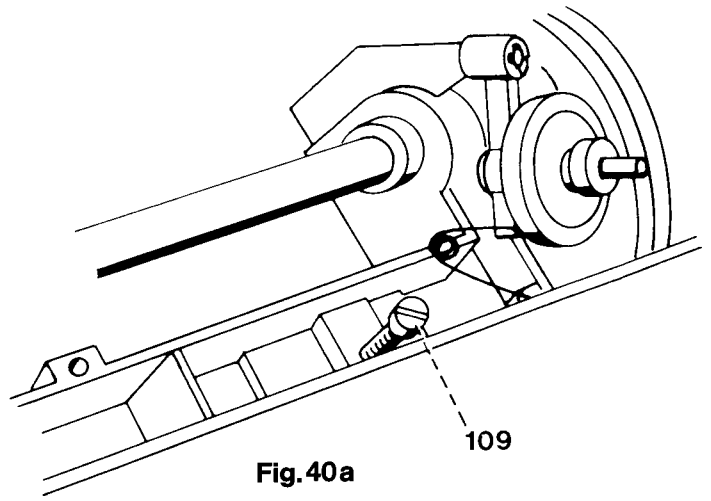

Fig. 40a
- Die Abdeckplatte einsetzen und mit der Schraube 109 befestigen (siehe Abb. 40a).